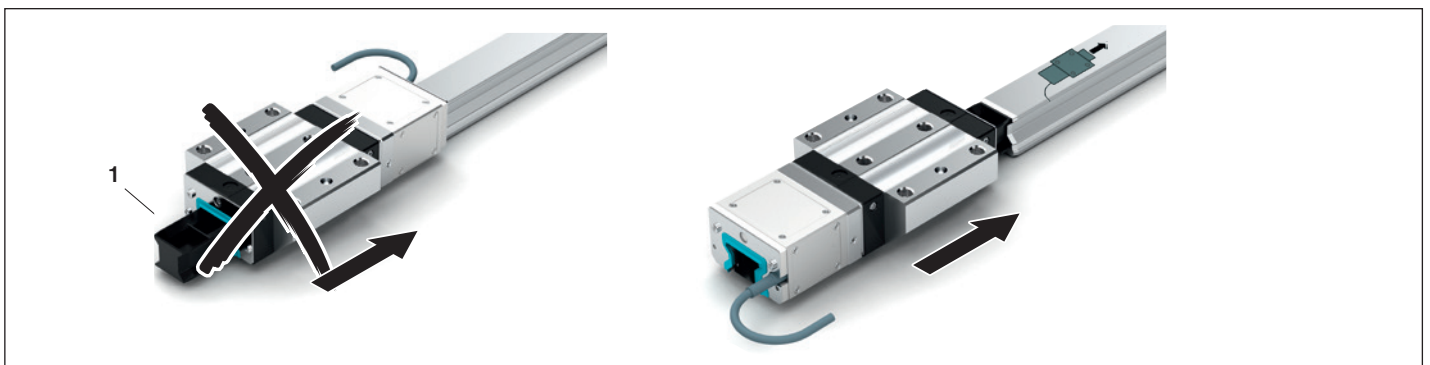

Fig. 8: Führungswagen aufschieben
- ▶ Führungswagen mit Transportsicherung (1) an die Führungsschiene ansetzen.
- ▶ Führungswagen aufschieben ➡ Fig. 8
- ▶ Transportsicherung (1) für die Demontage aufbewahren.